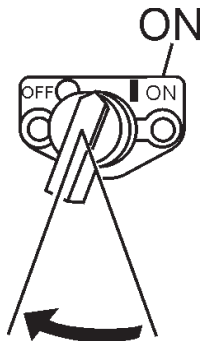

Figure 12. Interrupteur du moteur ON/OFF en position «ON»
2. Positionnez l'**interrupteur du moteur ON/OFF** (figure 12) à la position «ON».